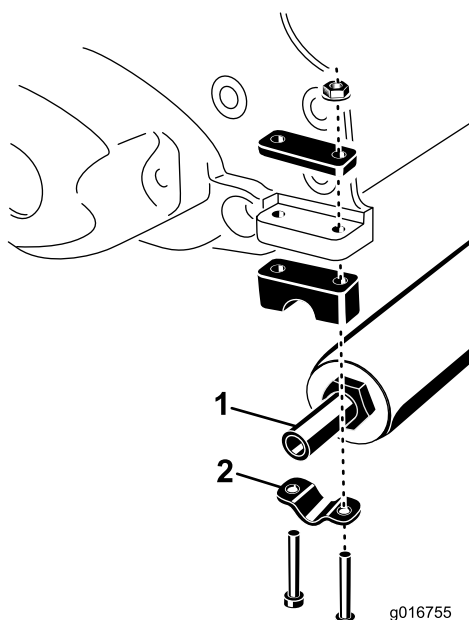

Figura 1
2. Remova os (2) parafusos e porcas que fixam os grampos do rolo a cada extremidade da unidade de corte (Figura 1). Retire o rolo.